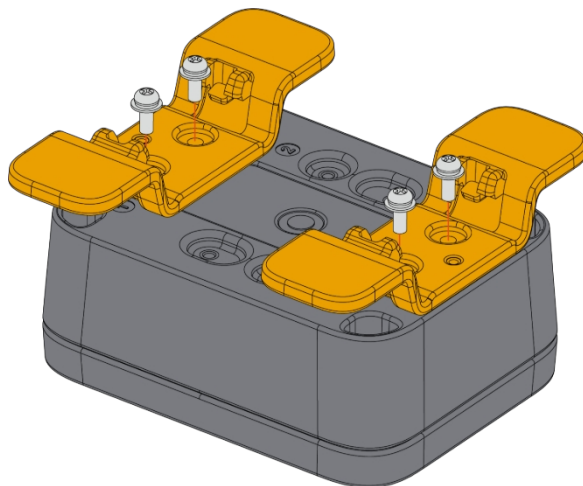
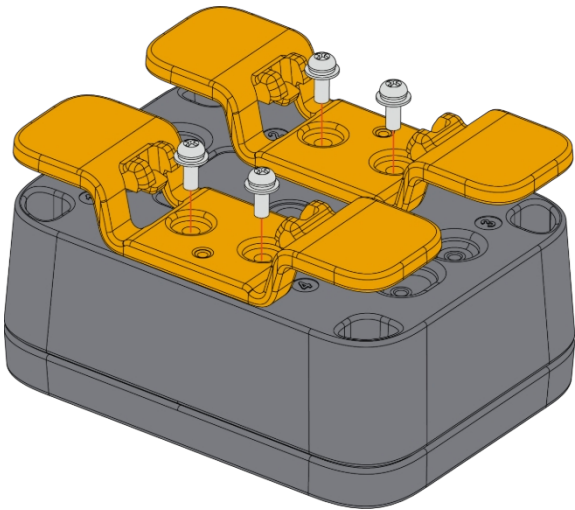

Abbildung 23: Befestigung der DIN-Halterung an den Positionen 1 und 3 des Gehäuses
Abbildung 24: Befestigung der DIN-Halterung an den Positionen 2 und 4 des Gehäuses
2. Befestigen Sie die mit dem Buchstaben **F** gekennzeichnete DIN-Halterung mit vier (4) M3\*8-mm-Kopfschrauben mit Unterlegscheibe am WisBlock Unify-Gehäuse. Platzieren Sie sie an den festen Positionen Nr. **1 und 3** oder Nr. **2 und 4** des Gehäuses, wie in **Abbildung 23** und **Abbildung 24** dargestellt.